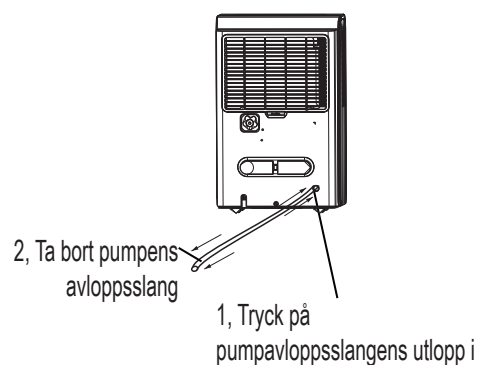

Fig. 13
- Tryck in pumpavloppsslangens uttag och ta ut pumpens avloppsslang ur det (se Fig. 13). Se till att inte vattnet i pumpens slang droppar på golvet.